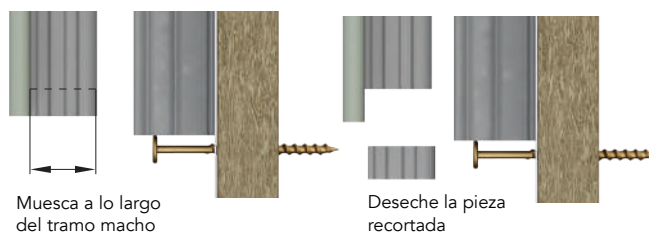

Figura 4
- Realice una muesca en la moldura en "T" en la parte inferior a lo largo del tramo macho para el sujetador de tope. La profundidad de la muesca se basa en la ubicación preferida del extremo inferior (Figura 4).